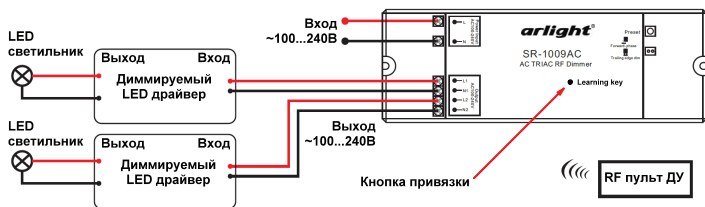

Рис.1. Схема подключения.
- 3.3. Подключите нагрузку к выходу **OUTPUT**, соблюдая расположение проводов: L-фаза, N-ноль (Рис.1).